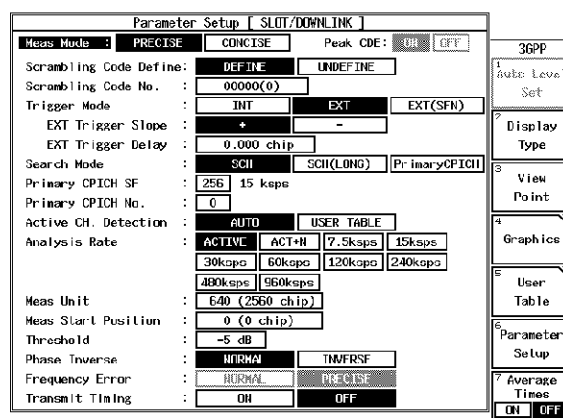

図 6-9 測定パラメータ表示
3. R3267 シリーズを IQ 入力、DOWN LINK 測定に設定し、パラメータを図 6-9 のように設定し、**DC CAL** を実行します。